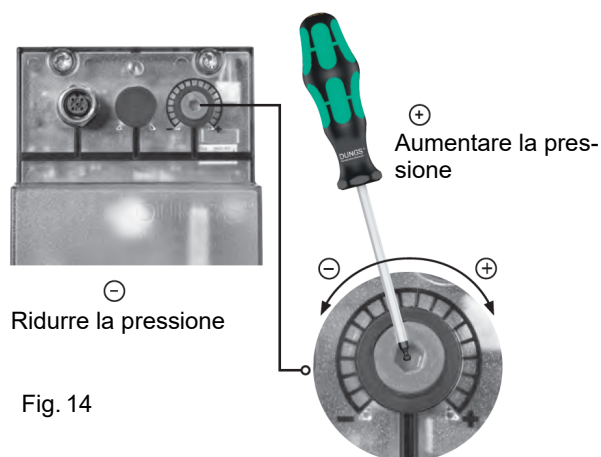

Fig. 14
**ATTENZIONE:** Per impostare la pressione in uscita del regolatore VD-R, agire sull'apposita ghiera di regolazione (Fig. 14)